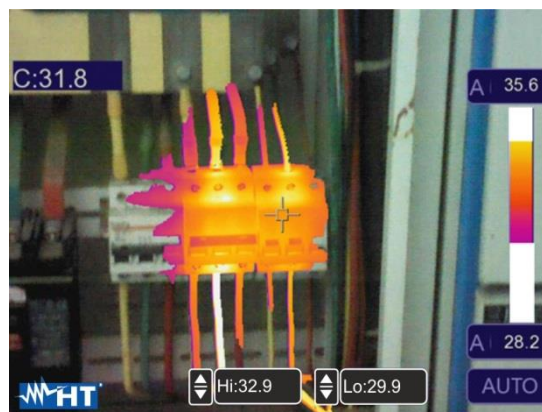

Fig. 40: Selección Visible range
11. Toque los campos “Hi” y “Lo” en la parte inferior del visualizador y utilice las teclas flecha ▲ o ▼ para configurar el valor del umbral de temperatura máxima y mínima. El instrumento muestra como imagen radiométrica IR los puntos con temperatura comprendida entre el umbral “Lo” y el umbral “Hi” y como imagen visible los puntos con temperatura externa a tal intervalo (ver la Fig. 40)